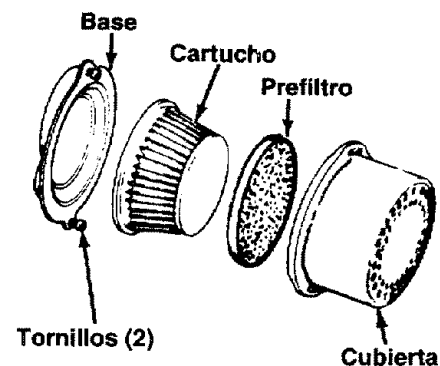

FIGURA 14.
- Tome la manija del encendido (vea la figura 14) y tire de la cuerda lentamente hasta que el motor llegue al comienzo del ciclo de compresión (en este punto deberá tirarse de la cuerda un poco más fuerte). Deje que la cuerda se enrolle lentamente.
NOTA: Si el motor no dispara después de tres intentos, mueva la palanca del regulador de aire a mitad de recorrido entre la posición de CHOKE y RUN y trate nuevamente. Vea la figura 14.